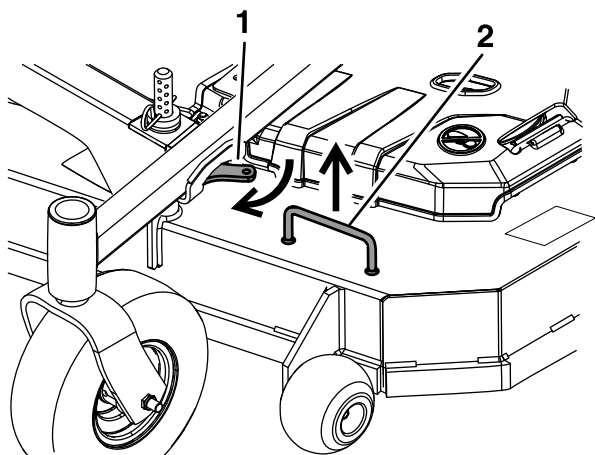
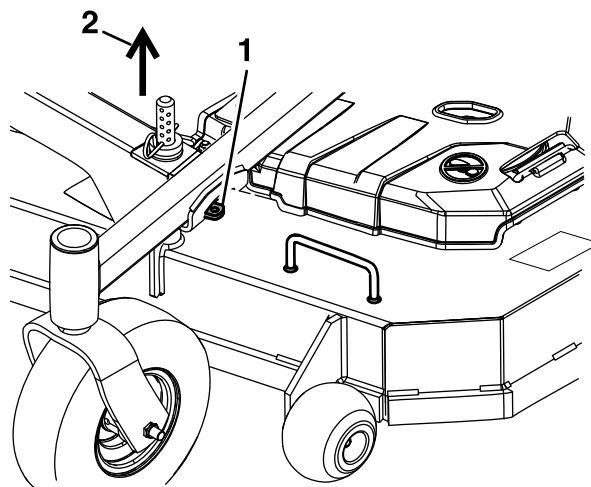

Figura 16
Figura 17
3. Levante la carcasa de corte con el manillar como se muestra en Figura 16 (la posición del manillar varía con el tamaño de la carcasa) a la posición más alta posible. Accione la palanca de cambio de altura de la carcasa moviéndola hacia adelante hasta que haga contacto con la barra de soporte de la carcasa (consulte Figura 17). Mientras la palanca se acciona manualmente, baje la carcasa para apoyarla en la palanca.